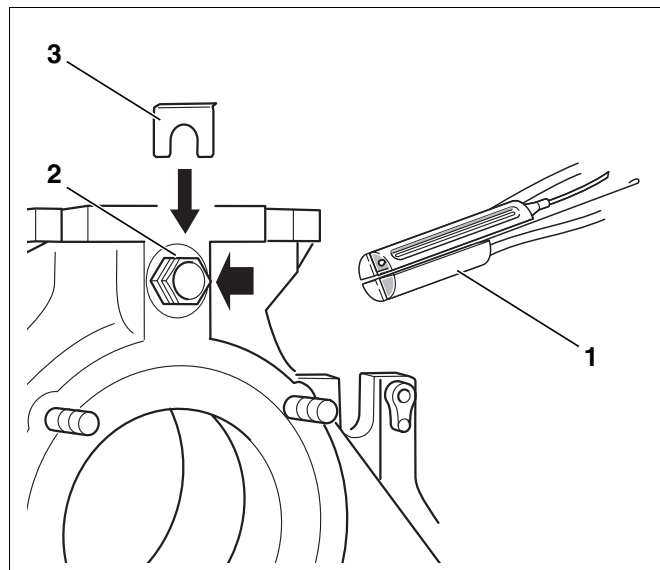

Abb. 62 Temperaturfühlerpaket montieren
Das am Regelgerät angeschlossene Temperaturfühlerpaket (drei Temperaturfühler, ein Fühlerblindstück Abb. 62, **Pos. 1**) wird in die Tauchhülse R ¾ eingebaut.
- Kapillarrohrfühler zu der Messstelle des Heizkessels führen und dort die Fühler in die Tauchhülse Abb. 62, **Pos. 2** einführen und mit der Fühlersicherung Abb. 62, **Pos. 3** sichern.